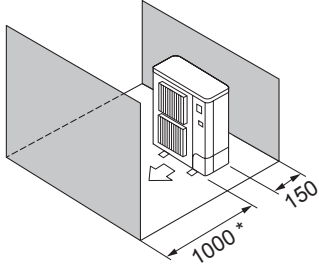

Fig. 2-11
- ⑤ Yalnızca öndeki ve arkadaki engeller (Fig. 2-11)